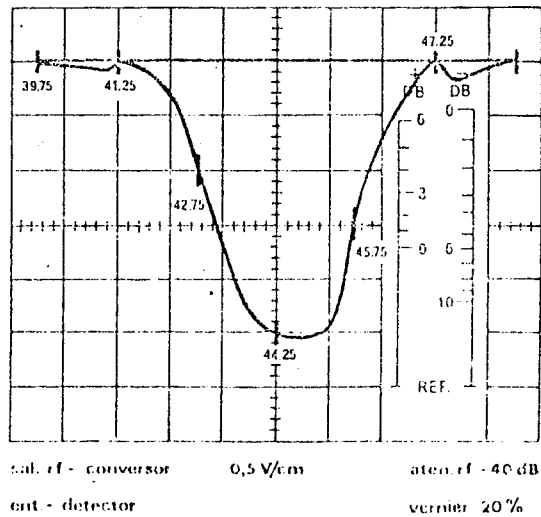

Fig. 12
- 4) Se conectará la salida de RF al punto de pruebas de la válvula convertora. Se ajustará la bobina de 44 MHz del sintonizador y las bobinas de entrada del canal de FI hasta obtener la curva de respuesta total de video, tal como se indica en la Fig. 12.